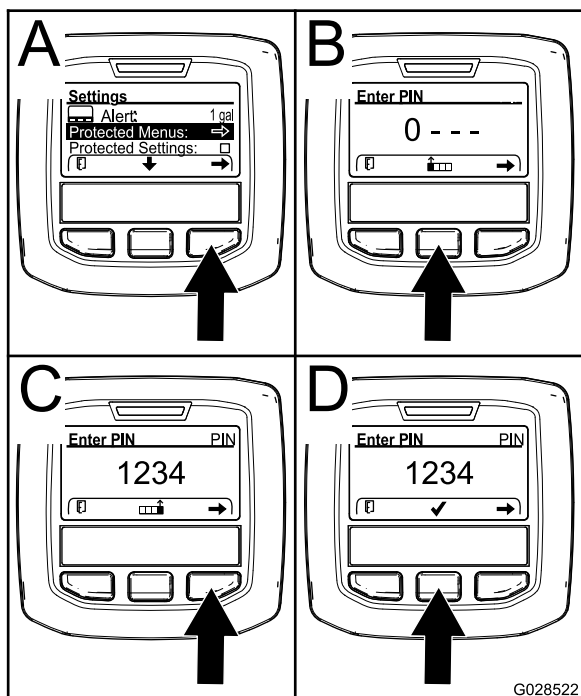

Figura 15
2. No menu de DEFINIÇÕES, utilize o botão central para ir até ao menu PROTEGIDO e prima o botão direito (**Figura 15**).